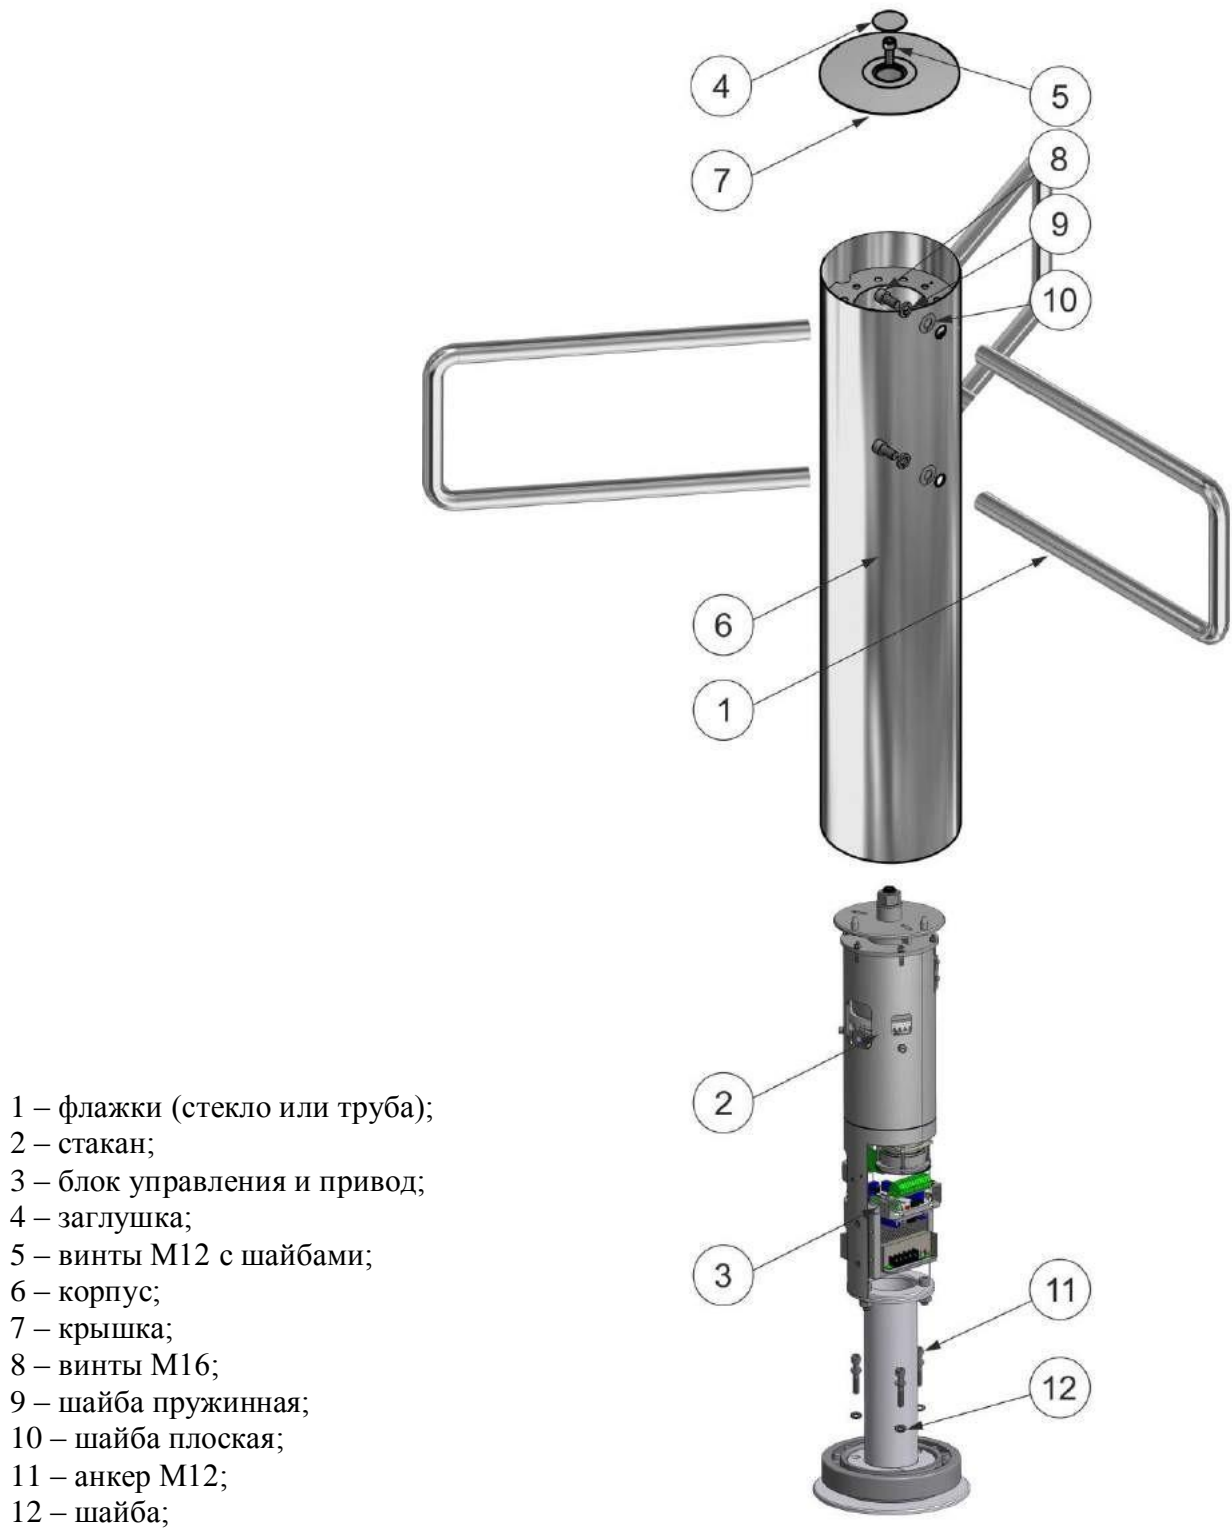

Рис. 1 – Конструкция турникета
1.4.1.1 Корпус турникета состоит из стакана 2 с неподвижным основанием (см. рисунок 1). Сверху на стакан устанавливается корпус 6 с флажком 1 из трубы или стекла, состоящий из кожуха и трех лопастей из нержавеющей стали. Лопастей, выполненные в виде трубы, размещены радиально под углом 120°. Сверху на корпус турникета крепится крышка 7 с заглушкой 4.